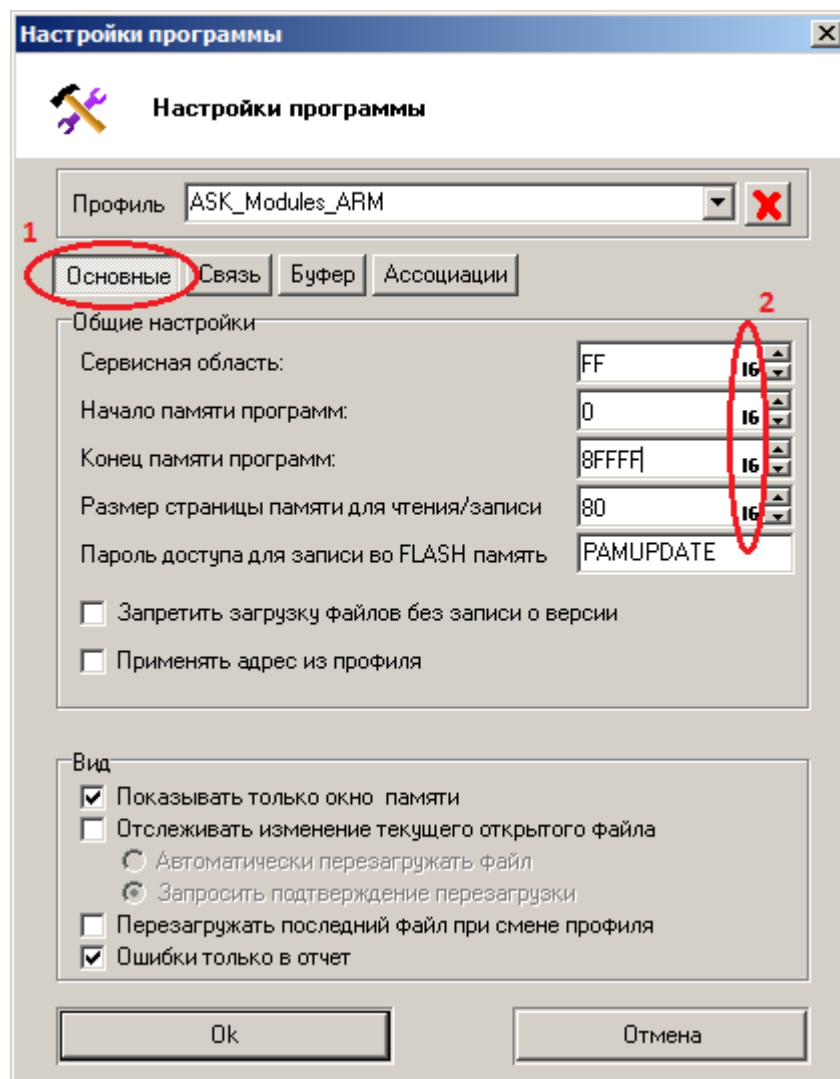

Рисунок 2: настройка основных параметров программы SOL2
6. В появившемся окне “настройки” (рисунок 2) выберите закладку “Основные” (выделенная область 1) и выставьте значения параметров как показано на рисунке 2: